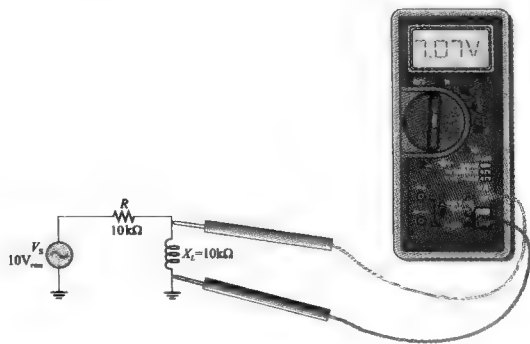

图 12-57
34. 判断图 12-57 中数字万用表的电压读数是否正确，并解释。